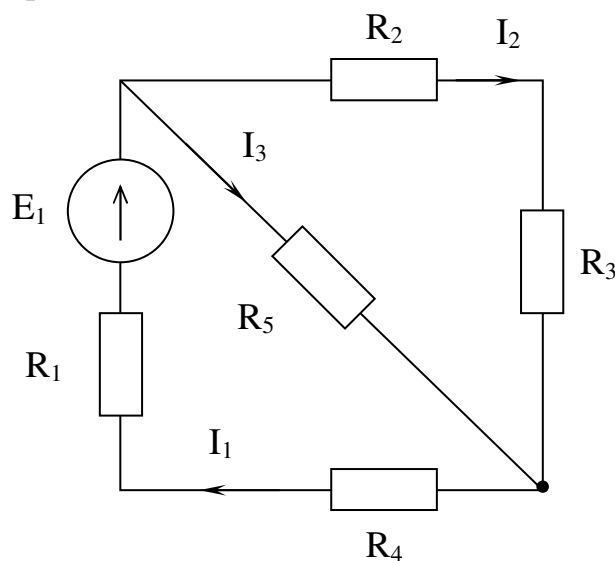

Рис. 2.4
**ПРИМЕР.** Рассчитать электрическую цепь с одним источником питания, представленную на рис. 2.4.